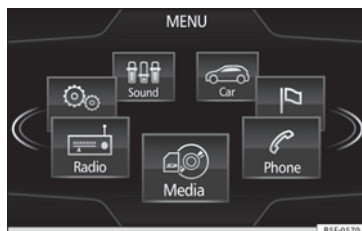

Fig. 27 Ver ubicación en la Fig. 3
- Pulse el botón Easy Connect » fig. 27.